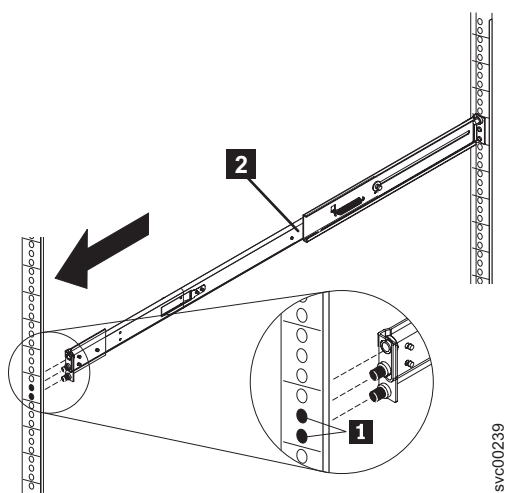

図 118. 右側レールの引き延ばし
4. 図 118 に示すように、レール・ピン **1** が前面ラック・マウント・フランジを通して突き出るようにして、右方スライド・レール **2** を伸ばします。同じ方法で左側レールを挿入します。